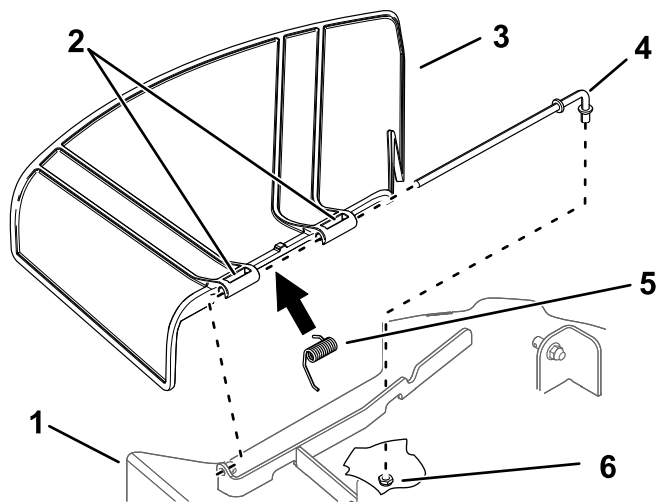

Figure 73
- Retirez l'écrou ($\frac{3}{8}$ po) de la tige, sous le tablier de coupe (Figure 73).
- Sortez la tige du support du tablier, du ressort et du déflecteur d'herbe (Figure 73).
4. Montez le nouveau déflecteur d'herbe (Figure 73).
7. Insérez la tige dans le second pivot du déflecteur d'herbe (Figure 73).
9. Fixez l'extrémité arrière de la tige dans le tablier de coupe à l'aide d'un écrou ($\frac{3}{8}$ po), comme montré à la Figure 73.